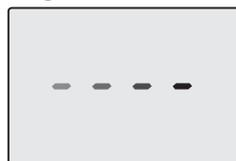
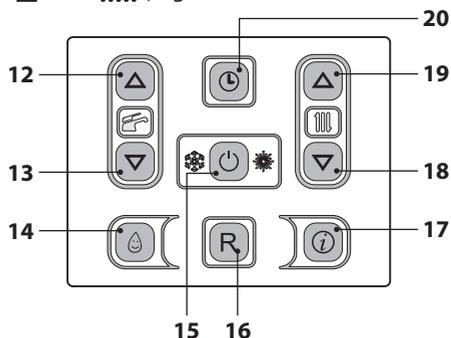

Figura 6.6
Figura 6.7
- Alimentare elettricamente la caldaia azionando l'interruttore bipolare previsto in installazione Il display LCD visualizza il simbolo - - - - (Figura 6.6).
- Tenere premuto per 2 secondi il tasto 15 fino a far apparire sul display entrambe i simboli  e  (Figura 6.7).
- Spegnerne la caldaia tenendo premuto per 2 secondi il tasto 15 (Figura 6.7) fino a far apparire sul display LCD il simbolo - - - - (Figura 6.6).